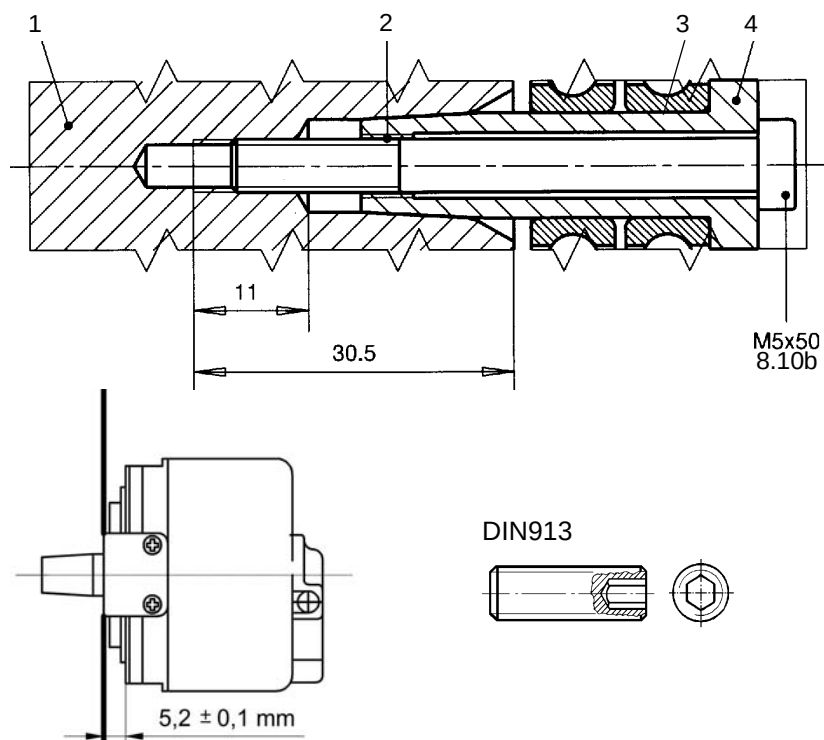

Fig. 6 Collegamento albero motore - albero trasduttore
- inserire un perno filettato, per es. DIN 913-M5x30, (v. fig. 6) nell'estremità dell'albero per assicurarne il centraggio e premere il trasduttore utilizzando una vite M6.